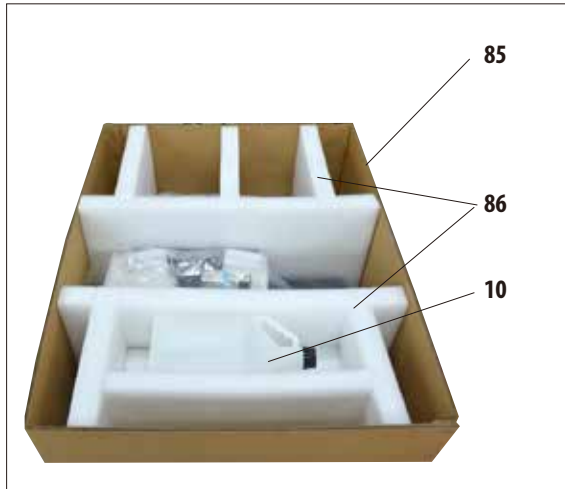

Fig. 6
- În primul rând, scoateți recipientul RTU suplimentar (10) din ancora de transport.
- Scoateți cele două ancore de transport (86) realizate din spumă (Fig. 6).
- Ulterior, manșonul exterior al ambalajului (85) trebuie îndepărtat de pe palet (87) prin tragere în sus.